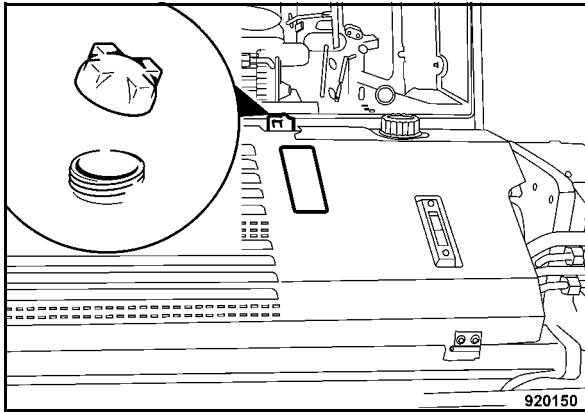

Fig. 186
- Svitare il coperchio (Fig. 186) sul serbatoio di compensazione.